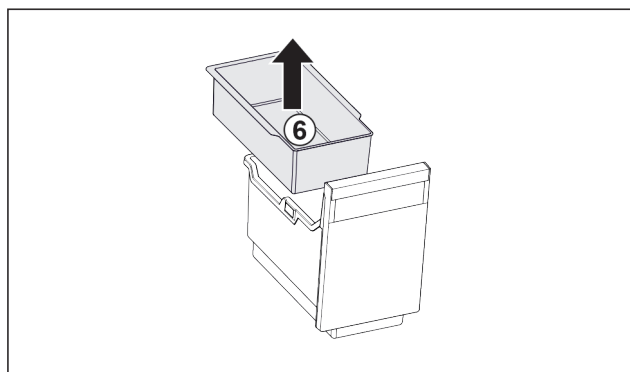

Fig. 100
- ▶ Извадете окачващата се поставка Fig. 100 (6).